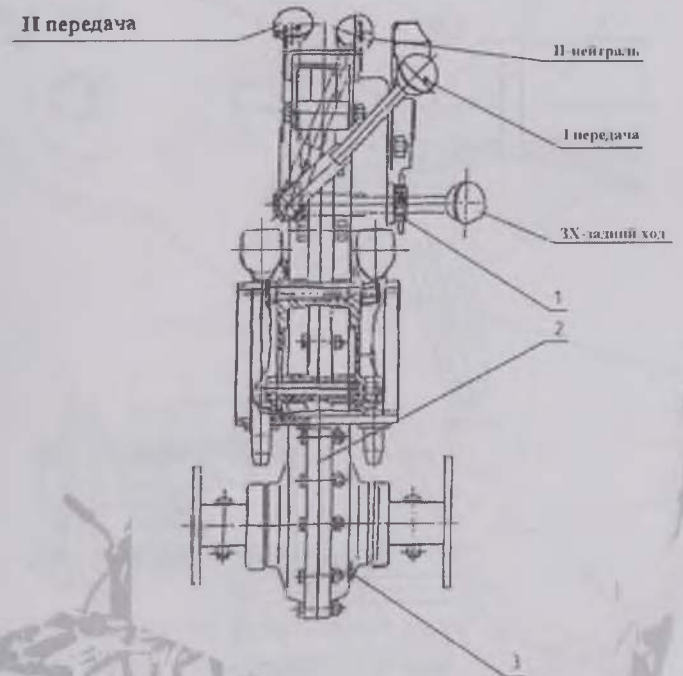

Рис. 5 Редуктор мотоблока
7.2.4 Проверку и заправку масла в редуктор мотоблока производите через маслоналивное отверстие 1 редуктора рис. 5. Контроль уровня масла в редукторе выполняйте следующим образом:
- выверните пробку сливного отверстия 3 (рис. 5) на редукторе и слейте масло в чистую емкость объемом не менее 1,5 л. Оцените количество слитого масла, которое должно быть примерно 1,1 л;